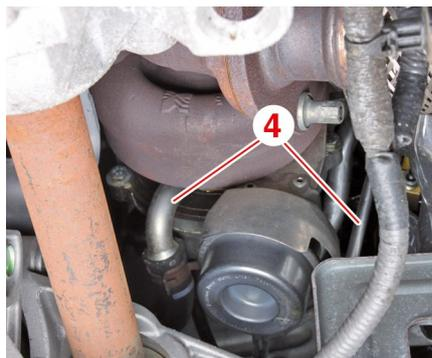

Fig. 16
- Staccare i condotti **(4)** (Fig. 16).